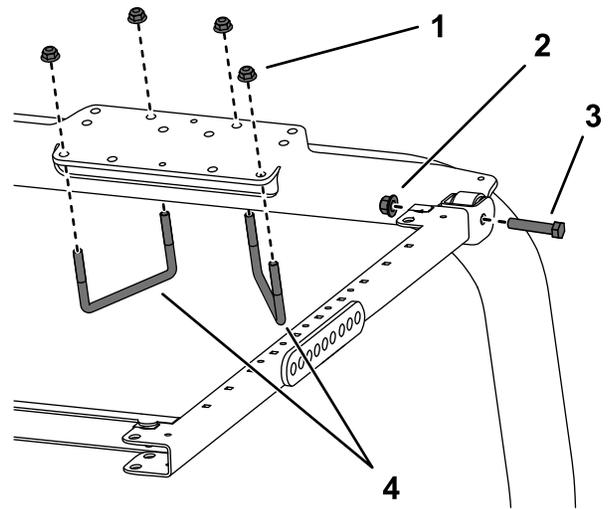

**Figura 38**
15. Durante l'allineamento dei fori di montaggio, posizionate il parasole sul telaio come mostrato in Figura 38.
16. Montate, senza serrarlo, ciascun angolo del parasole sul telaio con un bullone a testa flangiata (5/16" x 1/4") con una rondella piccola e un gommino (Figura 38).